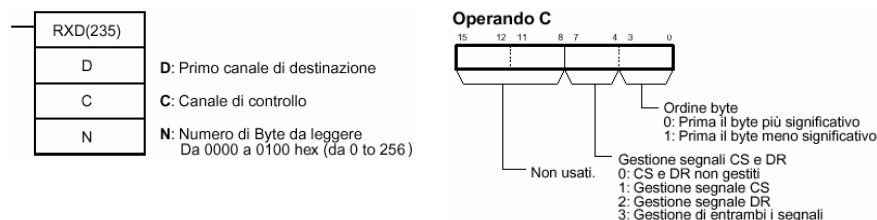

Fig. 7.198 - Parametri di impostazione dell'istruzione RXD (235) per la ricezione dei dati.
Verranno aggiunti i codici di inizio e di fine specificati per il protocollo libero nelle impostazioni del PLC. Anche l'istruzione RXD (235) viene programmata con tre parametri, come mostrato nella fig. 7.198.